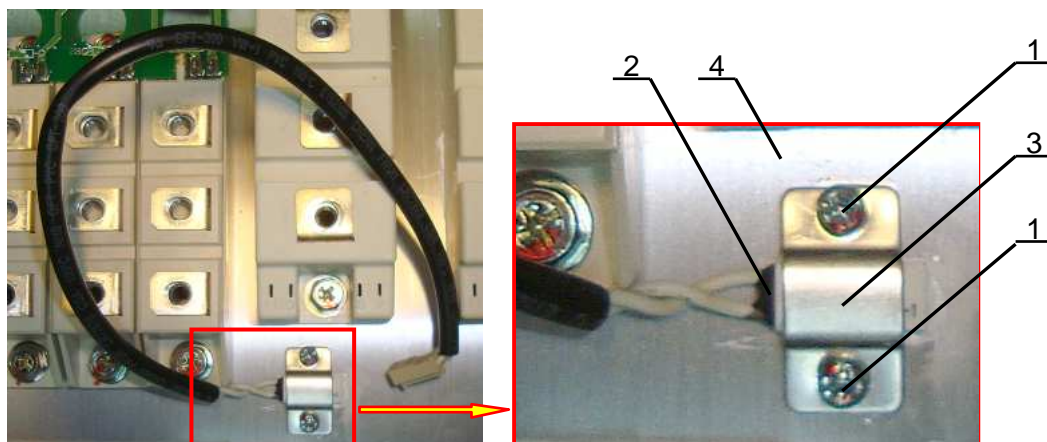

Рис. 7.15
7.8.3. Установить термодатчик 2 на радиатор 4, слегка притереть, закрепить датчик двумя винтами 1 с помощью скобы 3 (рис. 7.15).